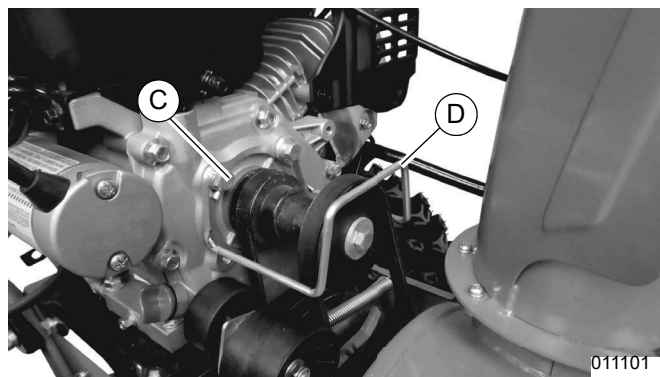

Figura 4-6. Retiro de la guía de la correa
2. Consulte la **Figura 4-6**. Retire los dos pernos, arandelas de seguridad y arandelas planas (C) que fijan la guía de la correa (D) con una llave de 13 mm. Retire la guía de la correa.